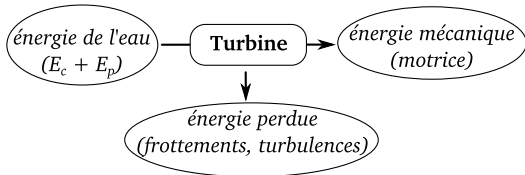
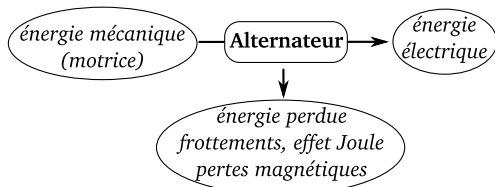

Figure 15.8 – Exercice 19 1.a p.265
Figure 15.9 – Exercice 19 2.a p.265
**Exercice 19 p.265** 1.a Voir figure 15.8. 1.b  $\text{rendement} = \frac{\text{énergie mécanique disponible}}{\text{énergie de l'eau}}$ . 2.a Voir figure 15.9. 2.b  $\text{rendement} = \frac{\text{énergie électrique}}{\text{énergie mécanique reçue}}$ . 3.  $\text{rendement total} = \frac{\text{énergie électrique}}{\text{énergie de l'eau}}$  donc  $\text{rendement total} = \frac{\text{énergie électrique}}{\text{énergie mécanique reçue}} \times \frac{\text{énergie mécanique disponible}}{\text{énergie de l'eau}}$ ,  $\text{rendement total} = \text{rendement alternateur} \times \text{rendement turbine}$  le rendement total est de  $0,60 \times 0,80 = 0,48 = 48\%$  4. C'est une énergie renouvelable, sans émission de  $CO_2$ . Le problème de l'énergie hydraulique est qu'en Europe, tous les sites sont déjà utilisés et il n'y a pas possibilité d'augmenter le parc hydraulique. Il peut y avoir également des effets sur la faune aquatique (notamment les poissons migrateurs ne peuvent plus remonter un fleuve). On construit alors des « échelles à poisson » pour leur permettre de contourner la centrale.